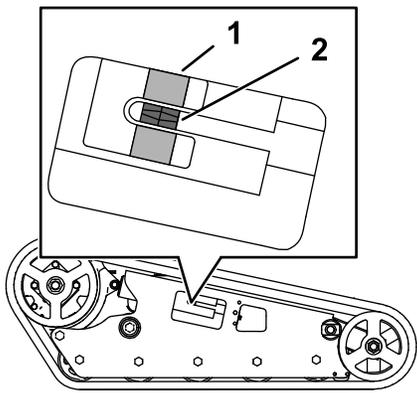

Figura 58
Compruebe que el bloque tensor está alineado con la guía verde de la pegatina, o que el bloque está a 1.3 cm ($\frac{1}{2}$ ") del extremo trasero de la ranura del tubo tensor (Figura 58).
4. Usando una llave de carraca de 1.3 cm (1/2"), gire el tornillo tensor hasta que el bloque tensor quede alineado con la guía verde de la pegatina o esté a 1.3 cm (1/2") del extremo trasero de la ranura del tubo tensor (Figura 58).
8. Compruebe que el bloque tensor quede alineado con la guía verde de la pegatina o esté a 1.3 cm (1/2") del extremo trasero del tubo tensor en ambas orugas (Figura 58). Ajustar si es necesario.